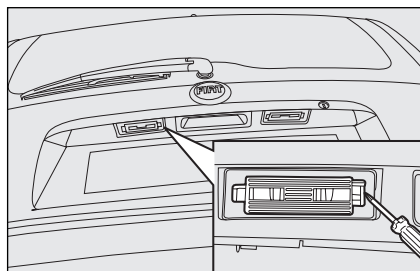

fig. 35
- ☐ con un cacciavite premere sulla molla di ritenuta come indicato in **fig. 35**;